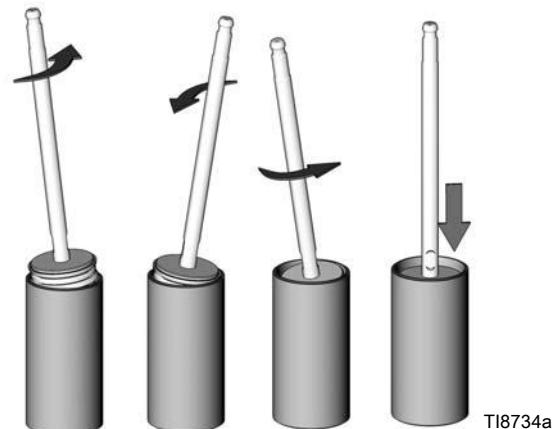

Рис. 7. Установка поршня в цилиндр
- Нанесите смазку на внутреннюю поверхность цилиндра (4). Опустите поршневой блок вниз в цилиндр. Поверните поршень, как показано на Рис. 7.